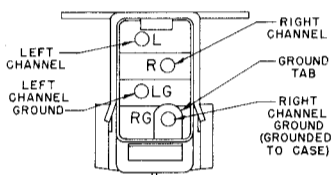

FIGURE 1
## CONNECTIONS (see Figure 1):
4. Connect leads to cartridge (see Figure 1).
2. Enfillez les cosses sur la cellule (voir fig. 1).